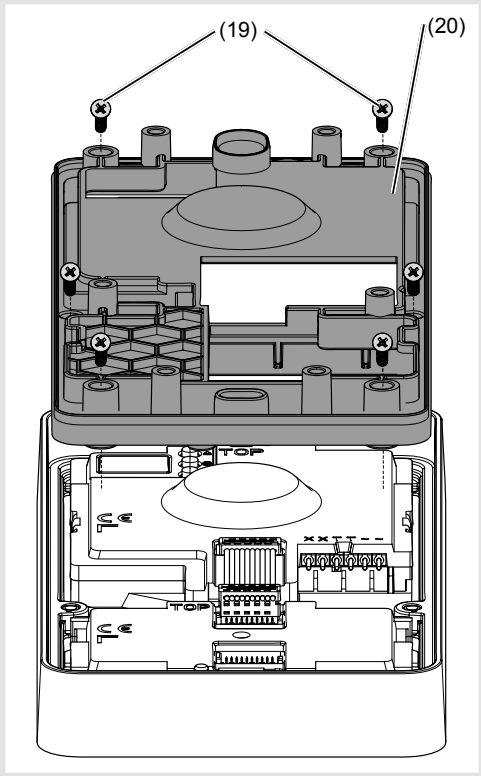

Figura 20: smontaggio del supporto dei moduli
- Estrarre il blocco di serraggio di collegamento (13) nella mascherina video.
- Svitare le viti (19) del supporto posteriore dei moduli (20) con un cacciavite e toglierlo (figura 20).